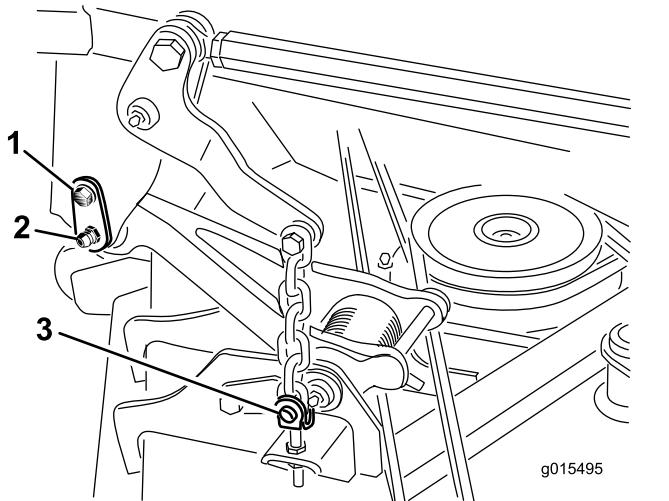

图1
- 卸下将固定销固定到承载架的轴肩螺丝图1。
8. 卸下将刀盘提升链固定至剪草刀盘调节挂钩的 4 个环形销和柱销图1。